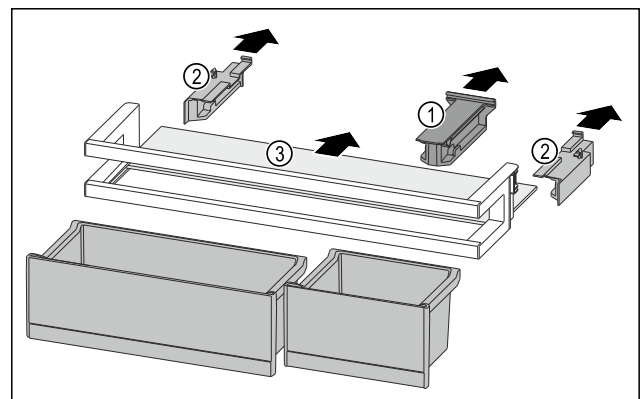

Fig. 84
- ▶ Halteteil Fig. 84 (1) abziehen.
- ▶ Seitenteile Fig. 84 (2) abziehen.
- ▶ Abstellfläche Fig. 84 (3) entnehmen.